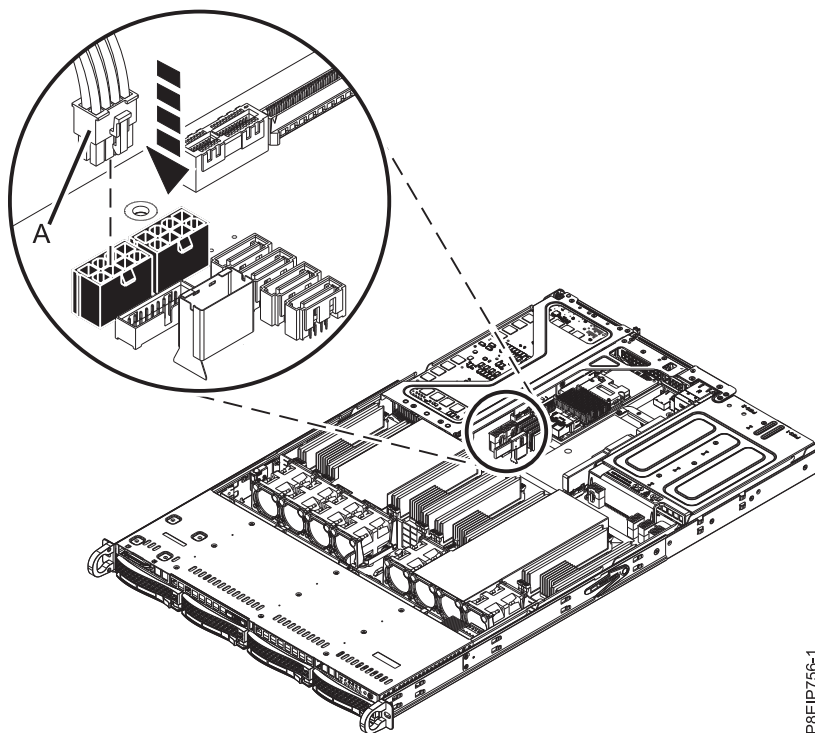

図 18. システム・バックプレーンへの GPU 電源ケーブルのプラグの差し込み
- 8. GPU 電源ケーブルのプラグをシステム・バックプレーンに差し込みます (20 ページの図 18 を参照)。 ケーブル・ラッチ・クリップがコネクターの所定の場所に収まったことを確認してください。